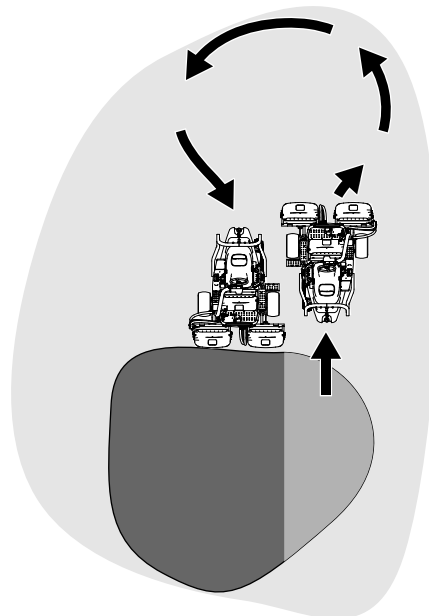

Bild 28
- Verkürzen Sie die Betriebszeit und vereinfachen Sie das Ausrichten für den nächsten Durchgang, indem Sie die Maschine vorübergehend in die entgegengesetzte Richtung und dann in die Richtung des ungemähten Teils drehen. Führen Sie eine tränenförmige Wende durch (Bild 28), um die Maschine schnell für den nächsten Durchgang auszurichten.